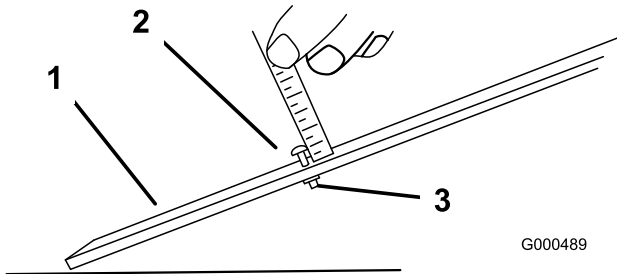

Figure 13
1. Desserrez l'écrou sur le gabarit et réglez la vis de réglage à la hauteur de coupe souhaitée (Figure 13).